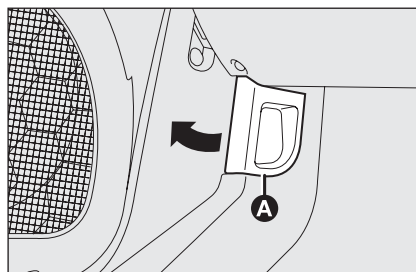

fig. 111
- ❑ tirare la leva **A**-fig. 111 nel senso indicato dalla freccia;